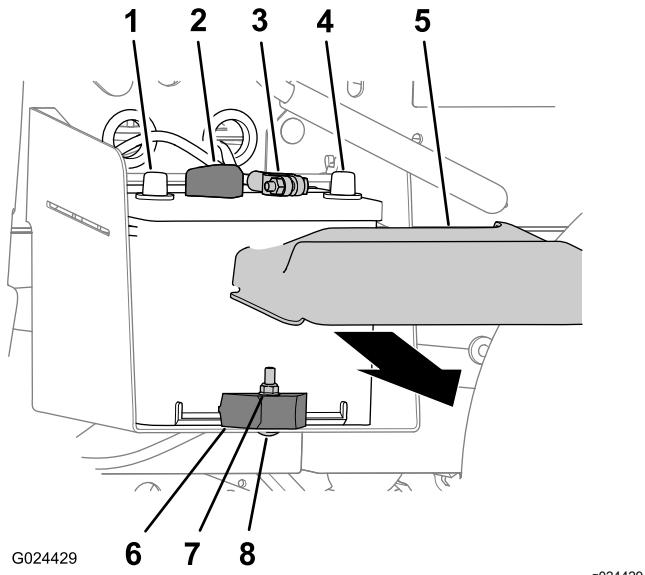

Bild 49
1. Drücken Sie die Seiten der Batterieabdeckung zusammen und nehmen Sie die Abdeckung von der Batterieoberseite ab (Bild 49).
2. Trennen Sie das Minuskabel der Batterie vom Batteriepol ab (Bild 49).
3. Trennen Sie das Pluskabel der Batterie vom Batteriepol ab (Bild 49).
denen die Batterie am Batteriefach befestigt ist (Bild 49).
3. Nehmen Sie die Batterie aus dem Batteriefach (Bild 49).
1. Fluchten Sie die Batterie mit dem Batteriefach der Maschine aus (Bild 49).
Hinweis: Stellen Sie sicher, dass die Plus- und Minuspole der Batterie so ausgefluchtet sind, wie in Bild 49 abgebildet.
2. Befestigen Sie die Batterie mit der Batterieklemme, der Schlossschraube und Sicherungsmutter am Batteriefach (Bild 49).
1. Schließen Sie das Pluskabel am Batteriepol an (Bild 49).
2. Schließen Sie das Minuskabel am Batteriepol an (Bild 49).
3. Setzen Sie die Batterieabdeckung oben an der Batterie auf (Bild 49).